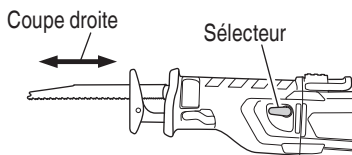
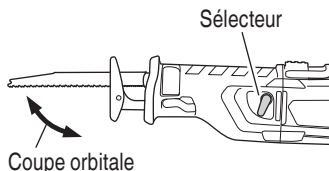

Fig. 10
Fig. 11
Le premier est la coupe droite, dans laquelle la lame se déplace de façon linéaire, et le second est la coupe orbitale, dans laquelle la lame se déplace de haut en bas, et d'avant en arrière. (Fig. 10, Fig. 11)
Pour effectuer une coupe orbitale, déplacer le sélecteur dans le sens de la longueur. Normalement, sélectionner la coupe orbitale pour couper des matériaux tendres, comme le bois, etc. La coupe orbitale est efficace parce que la lame pénètre de force dans le matériau. (Fig. 10)
- (3) Utiliser la molette pour régler la vitesse de la lame en fonction des conditions de travail et du matériau.
(4) La coupe s'effectuera en toute facilité si l'on règle le sélecteur sur la position de coupe droite (Fig. 10).
- (2) Le rendement de coupe sera efficace si l'on règle la vitesse de la lame sur le chiffre "6" de l'échelle de la molette
- (3) Le rendement de coupe sera efficace si l'on règle le sélecteur sur la position de coupe orbitale (Fig. 11). Ou bien, l'on obtiendra des coupes nettes en réglant le sélecteur sur la position de coupe droite (Fig. 10).